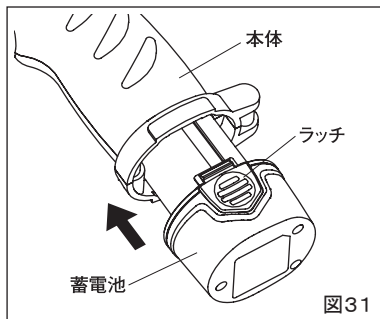

図31
- ④蓄電池を充電器から取外し、本体に取付けてください。(図31)